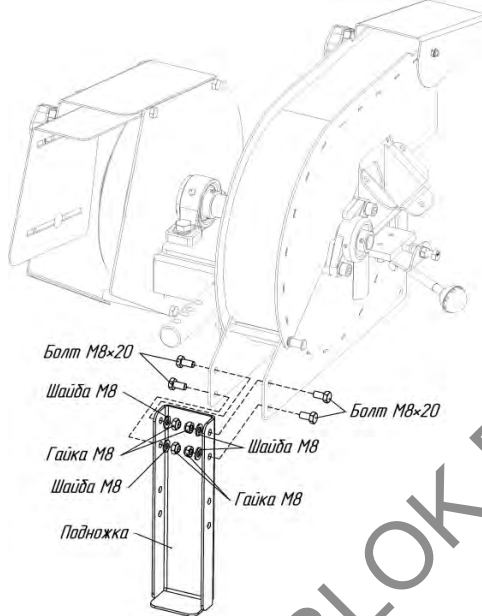

Рис.2 Установка подножки на измельчитель.
3. Установите подножку на измельчитель и зафиксируйте ее болтами, шайбами и гайками (рис.2).